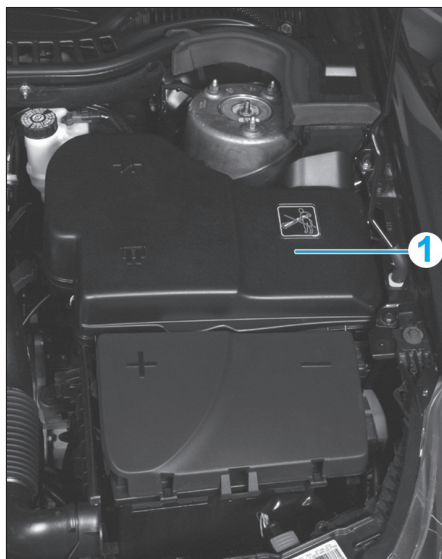

Fig. 31
- Déposer le boîtier de servitude moteur (1) (Fig.31).